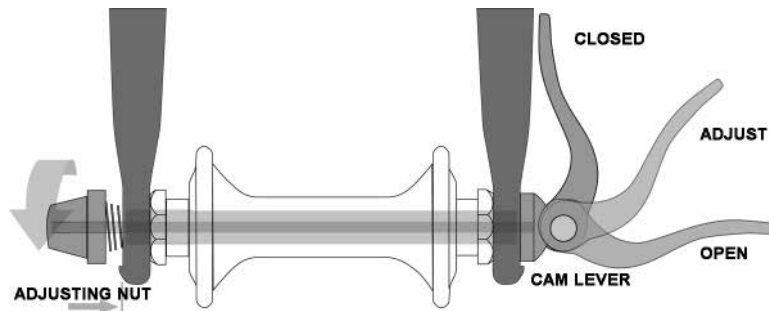
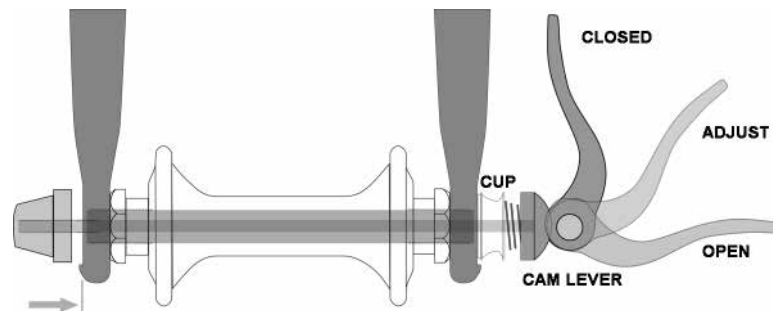

fig. 16
fig. 17
1. Mediante un eje hueco con un «pincho» que lo atraviesa y que tiene una tuerca de tensión ajustable en un extremo y una leva de sobrecentrado en el otro (fig. 16, 17).
En la actualidad existen dos tipos de mecanismos de retención de la rueda de leva de sobrecentro: la leva de sobrecentro tradicional (fig. 16) y el sistema de leva y copa (fig. 17). Ambos emplean una acción de leva sobre el centro para fijar en su sitio la rueda de la bicicleta.
Ajuste del Mecanismo de Leva y Copa (fig. 17)
(1) Si su bicicleta dispone de retención de la rueda delantera con acción de leva, mueva la palanca de leva de la posición de bloqueo o CERRADO a la posición de ABIERTO (fig. 16, 17). Si su bicicleta está equipada con retención de rueda delantera mediante pernos pasantes o atornillados, afloje la(s) fijación(es) unas cuantas vueltas en sentido contrario a las agujas del reloj utilizando una llave apropiada, una llave de bloqueo o la palanca integral.
(2) Si su horquilla delantera tiene un dispositivo de retención secundaria de tipo clip, desactívelo. Si su horquilla delantera tiene un dispositivo de retención secundario integrado y un sistema de acción de leva tradicional (fig. 16), afloje la tuerca de ajuste de la tensión lo suficiente como para poder extraer la rueda de las punteras. Si su rueda delantera utiliza un sistema de leva y copa, (fig. 17) apriete la copa y la palanca de la leva al mismo tiempo mientras retira la rueda. El sistema de levas y copas no requiere la rotación de ninguna pieza.
(1) Si su bicicleta dispone de retención de la rueda delantera con acción de leva, mueva la palanca de leva de forma que se curve hacia la parte externa de la rueda (fig. 17). Esta es la posición ABIERTA. Si su bicicleta tiene una retención de la rueda delantera con pernos pasantes o atornillados, consulte el siguiente paso.
(2) Con la horquilla de dirección orientada hacia delante, introduzca la rueda entre las hojas de la horquilla de modo que el eje se asiente firmemente en la parte superior de las punteras de la horquilla. La palanca de la leva, si la hay, debe colocarse al lado izquierdo del ciclista (fig. 16,17). Si su bicicleta tiene un dispositivo de retención secundario de tipo clip, actívelo.
(3) Si tiene un mecanismo de acción de leva tradicional: manteniendo la palanca de leva en la posición ADJUST con la mano derecha, apriete la tuerca de ajuste de la tensión con la mano izquierda hasta que esté apretada con los dedos contra la punta de la horquilla (fig. 16). Si tiene un sistema de leva y copa: la tuerca y la copa (fig. 17) se habrán encajado en la zona hundida de las punteras de la horquilla y no debería ser necesario ningún ajuste.
(4) Centre la rueda en la horquilla mientras empuja la rueda firmemente hasta la parte superior de las ranuras de las punteras de la horquilla.
(a) Si tiene un sistema de acción de leva, mueva la palanca de leva hacia arriba y gírela a la posición CERRADA (fig. 16, 17). La palanca debe quedar paralela a la hoja de la horquilla y curvada hacia la rueda. Para aplicar una fuerza de ajuste suficiente, debe rodear la hoja de la horquilla con los dedos para hacer palanca y la palanca debe dejar una huella clara en la palma de la mano.
Algunas bicicletas están equipadas con un sujetador de tija de sillín de acción de leva. El sujetador de acción de leva de tija de sillín funciona exactamente como el sujetador de acción de leva de rueda tradicional (6.A). Mientras que un fijador de acción de leva parece un perno largo con una palanca en un extremo y una tuerca en el otro, el fijador utiliza una acción de leva sobre el centro para sujetar firmemente la tija del sillín (fig. 16).